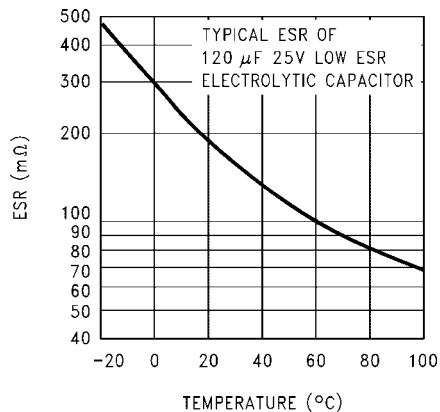

FIGURE 15. Capacitor ESR Change vs Temperature
- 25 以下の温度では、電解コンデンサは推奨できません。低温では、ESR が急激に上昇し、- 25 では 3 倍に、- 40 では 10 倍にもなります。Figure 15 の曲線を参照して下さい。